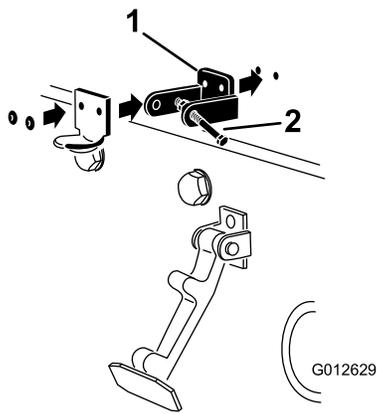

图 16
注意 锁定支架必须紧贴机罩 (图 16)。不要从锁定支架臂卸下螺栓和螺母。
5. 用铆钉将支架和垫圈铆定到机罩 (图 16)。